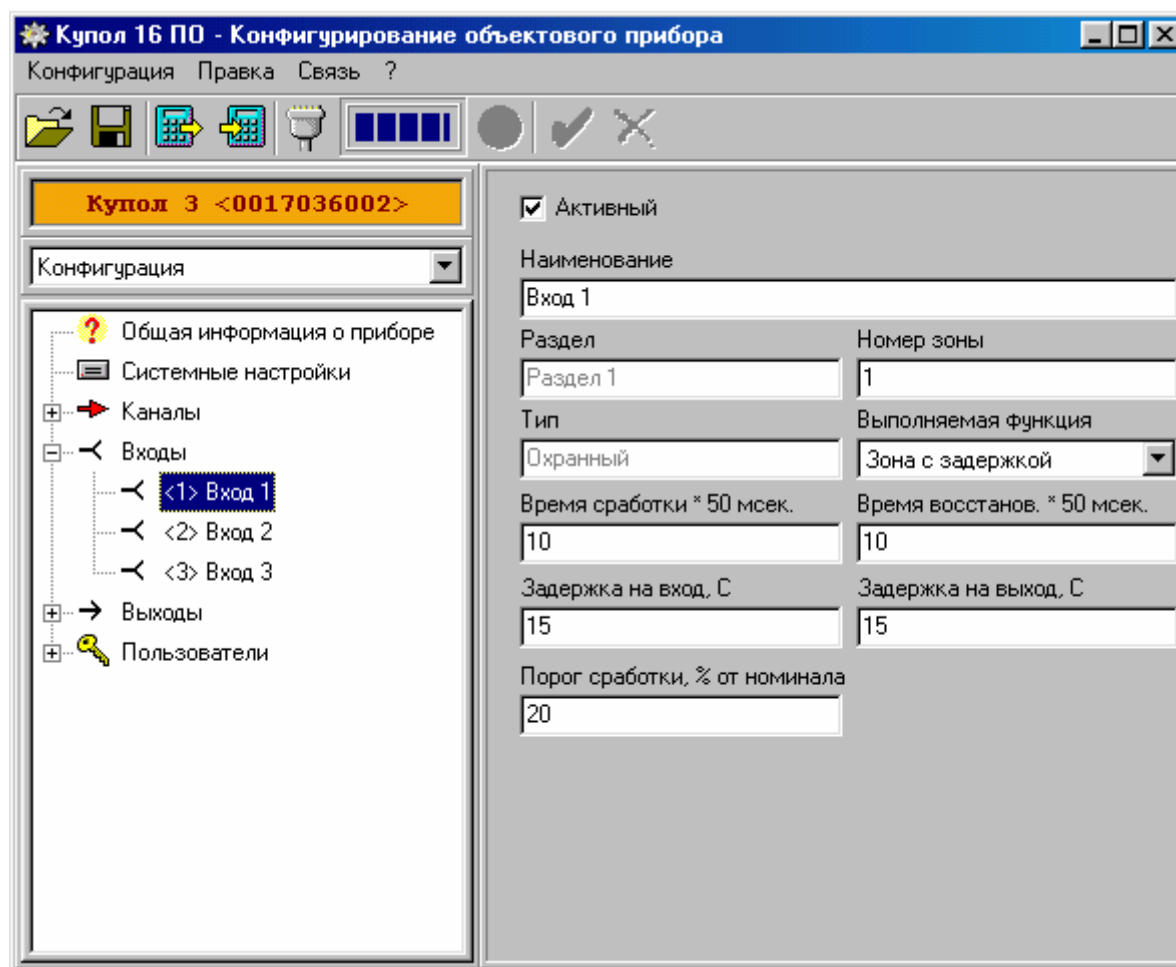

Рис. 10.8. Типовое окно описания входа объектового прибора.
10.2.2.1.3. Начальные установки входов для объектового прибора «Планар ОП-3т» приведены в таблице 10.2. Типовое окно программы конфигурирования объектового прибора при описании входов показано на рис. 10.8.